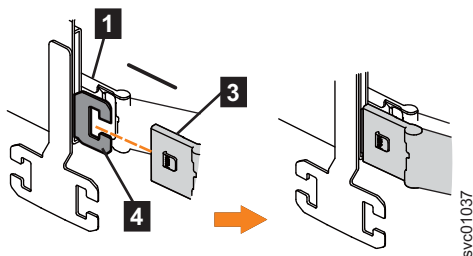

Figura 75. Instale el conector externo del CMA superior en el miembro externo del riel de soporte
3. Instale el conector externo del conjunto de CMA superior (**3**) en el miembro externo del riel de soporte izquierdo (**4**), como se muestra en la Figura 75 en la página 80.